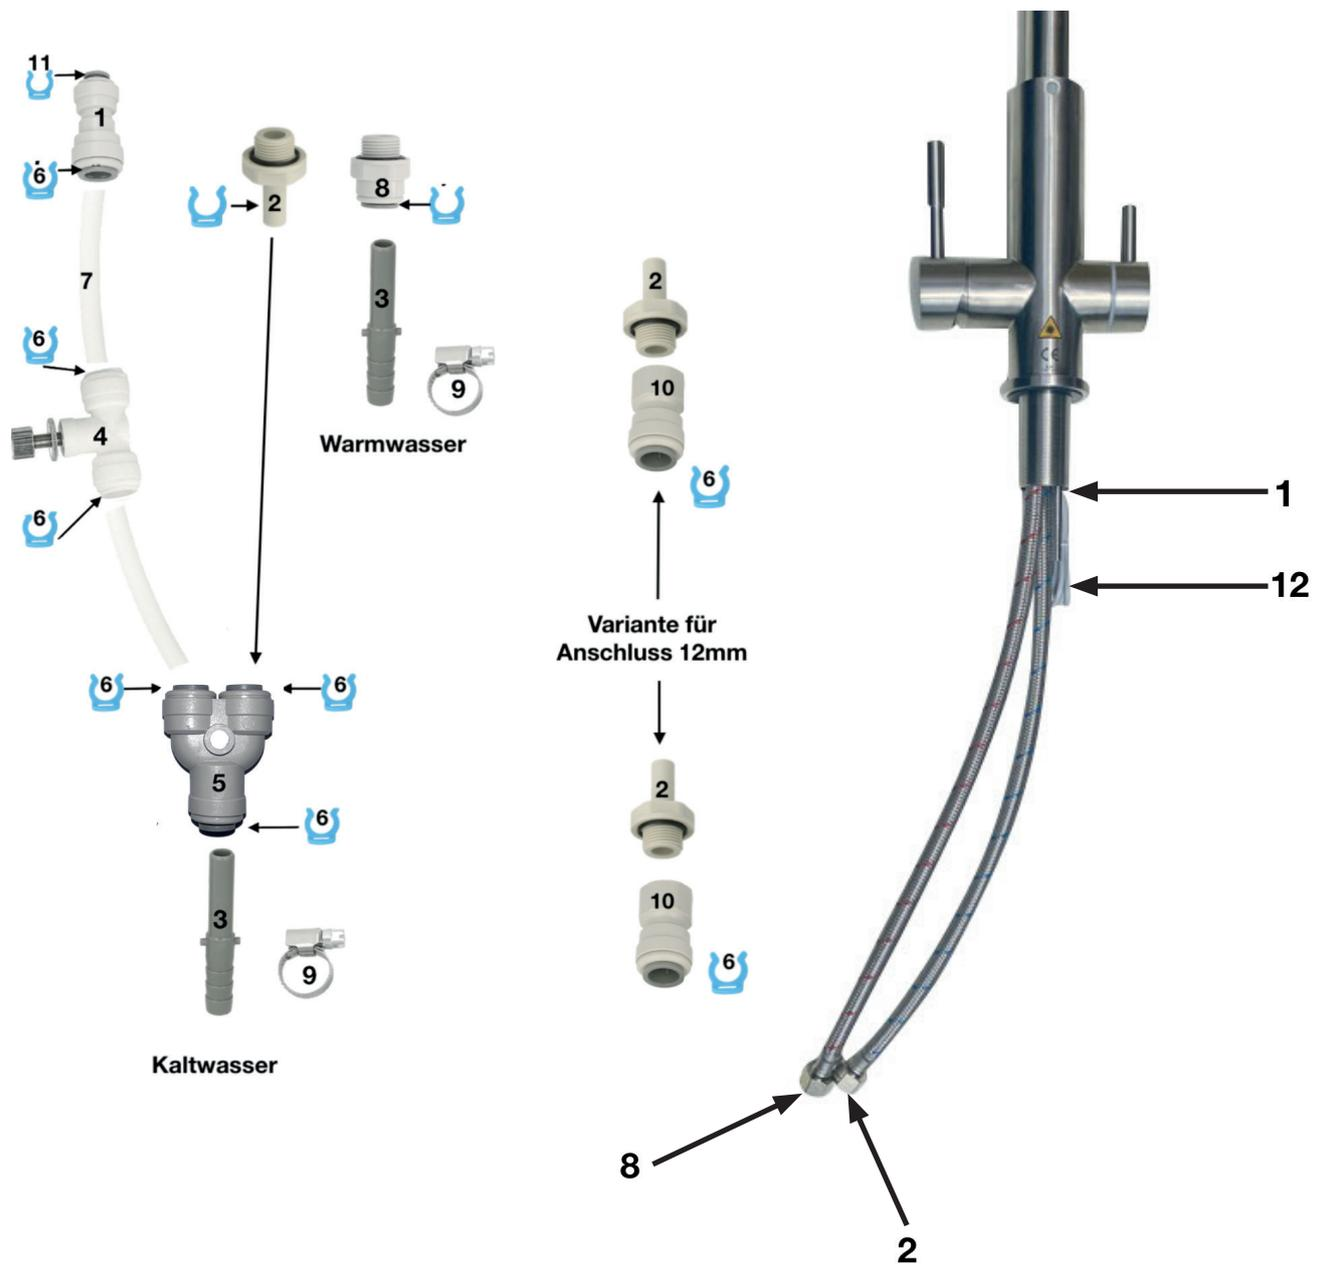

Abbildung 8: Ansicht montiertes Produkt mit Zubehör
- ✓ **Prüfen Sie den Durchfluss. Ist dieser größer als 2 Liter/ Minute, stellen Sie den mitgelieferten Durchflussbegrenzer Nr. 4 (Abb. 8) auf maximal 2 Liter/ Minute ein, indem Sie das Rädchen drehen. Anschließend noch einmal Wasser laufen lassen um den Durchfluss pro Minute auszumessen und justieren Sie ggf. die Einstellung noch einmal nach. Das Produkt ist nun betriebsbereit.**